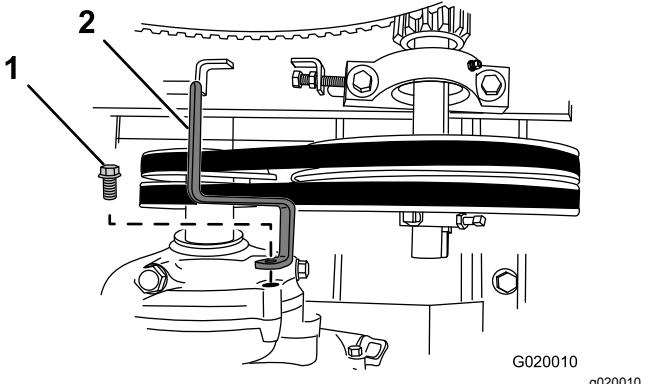

Figura 65
6. Retire el perno que sujeta la guía de las correas al motor, y retire la guía de las correas (Figura 65).
10. Sujete la guía de las correas provisionalmente al motor (Figura 65) con el perno que se retiró en el paso 6 de Retirada de las correas \(página 44\).